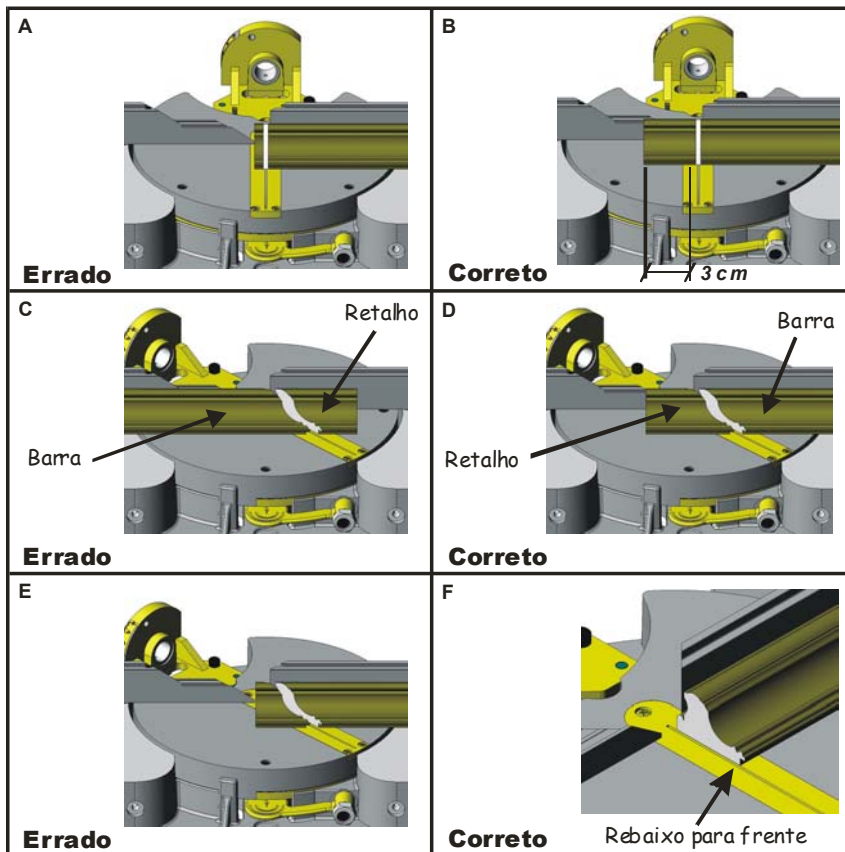

Figura 01
- ✓ Ao cortar perfis com rebaixo, onde este deva ficar voltado para o lado interno do quadro (ex. molduras), este deve ser cortado com o rebaixo voltado para o operador, figura 01 (F). Deve ser evitado o corte conforme figura 01 (C), pois o retalho (sobra) poderá colidir com a lâmina de serra, e ou trancar entre a lâmina e as réguas da máquina, ocasionando o choque da lâmina com demais peças da máquina.
- ✓ Ao cortar o perfil deve-se deixar o retalho com, no mínimo 3cm de apoio na régua, conforme figura 01 (B), a fim de garantir um bom acabamento, e melhorar a segurança durante o corte.
- ☛ Ao cortar perfis com rebaixo, onde este deva ficar voltado para o lado interno do quadro (ex. molduras), o corte deve ser realizado com o rebaixo voltado para o operador, figura 01 (F).